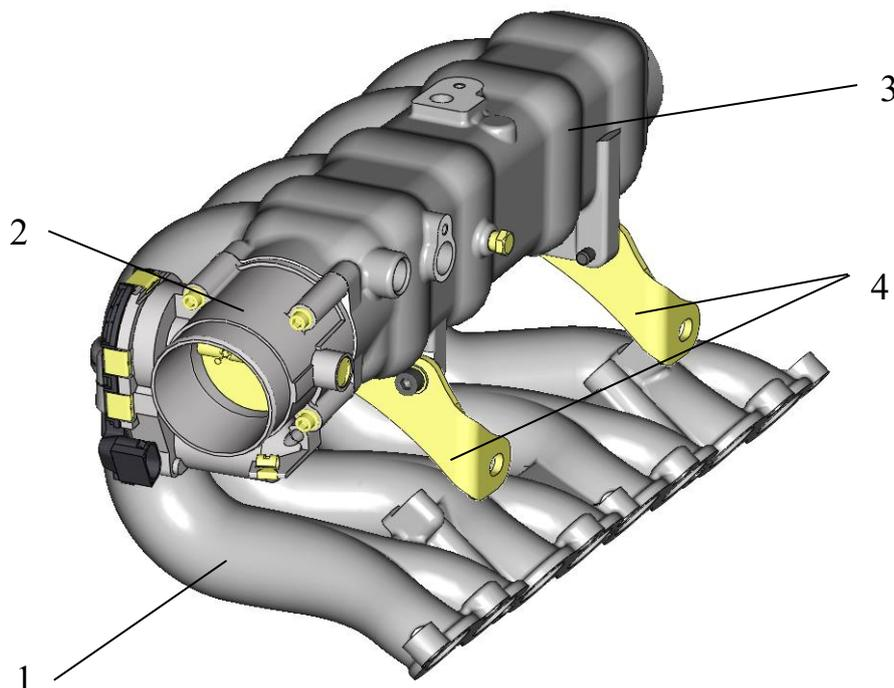

Рис.39. Впускная система:
**Впускная система** (рис.39) состоит из впускной трубы 1 и ресивера 3, отлитых из алюминиевого сплава. Геометрические параметры системы позволяют реализовать газодинамический наддув двигателя - улучшение наполнения цилиндров двигателя на режиме максимального крутящего момента.